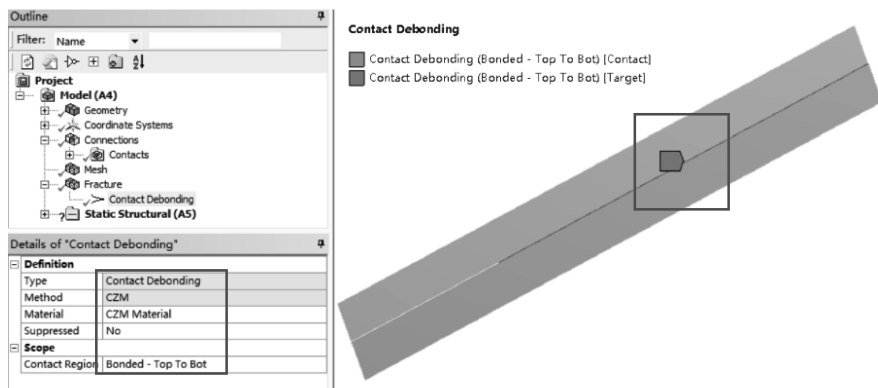

图 8-22 设置长裂纹 Contact Debonding
(1) 在导航树上，右键单击【Model (A4)】→【Insert】→【Fracture】，插入断裂工具。
(2) 右键单击【Fracture】→【Insert】→【Contact Debonding】，单击【Contact Debonding】→【Details of “Contact Debonding”】→【Material】= CZM Material；【Contact Region】= Bonded-Top To Bot，其他默认，如图 8-22 所示。